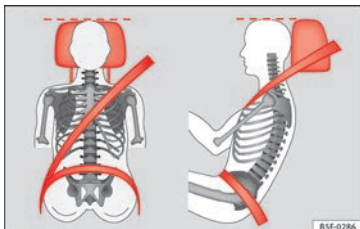

Fig. 4 Encosto de cabeça corretamente regulado visto de frente e de lado.
- Regule os encostos de cabeça de modo a que o rebordo superior do encosto fique, na medida do possível, alinhado com o alto da sua cabeça, no mínimo à altura dos olhos » **Fig. 4**